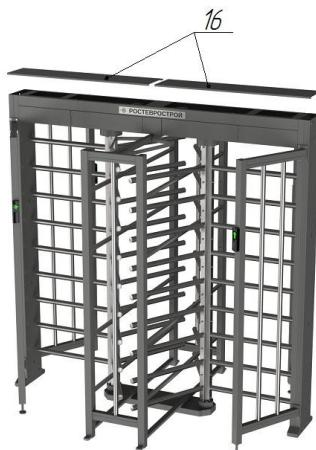

Рис. 7
– установите на место крышки **16** (выполнить после подключения турникета и проведения режима калибровки) и закрепите винтами M4 (рис.7)